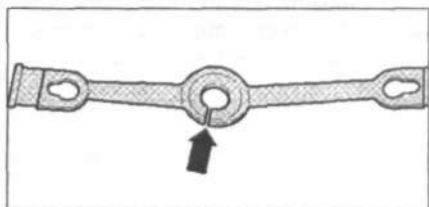

Рис. 8.6. Кольцо стяжной ленты должно быть прорезано (стрелка).
2. Кольцо стяжной ленты должно быть прорезано (стрелка) (рис. 8.6).